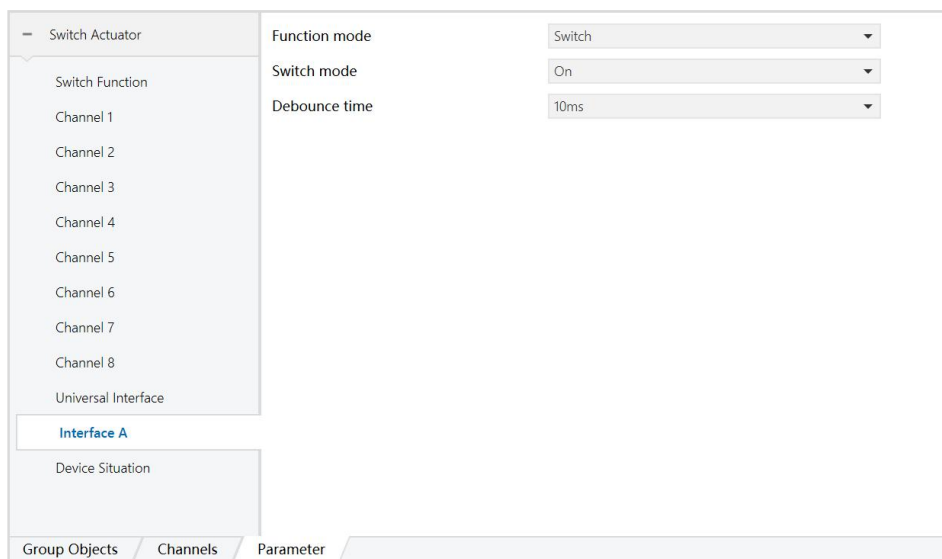

图 6.2.2
2) 选择“Enabled”启用该功能, 右侧会出现 Interface A-D 四个干接点接口, 点击各干接点接口设置其参数。下面以 Universal Interface A 为例, 如图 6.2.2;